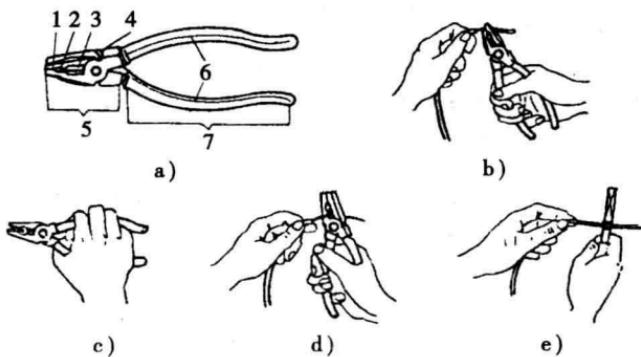

图 1—7 电工钢丝钳的构造及用途
(1) 电工钢丝钳的构造和用途。电工钢丝钳由钳头和钳柄两部分组成，钳头由钳口、齿口、刀口和侧口 4 部分组成，其构造及用途如图 1—7 所示。电工钢丝钳的用途很多，钳口可用来弯绞或钳夹导线线头，齿口可用来紧固或松开螺母，刀口可用来剪